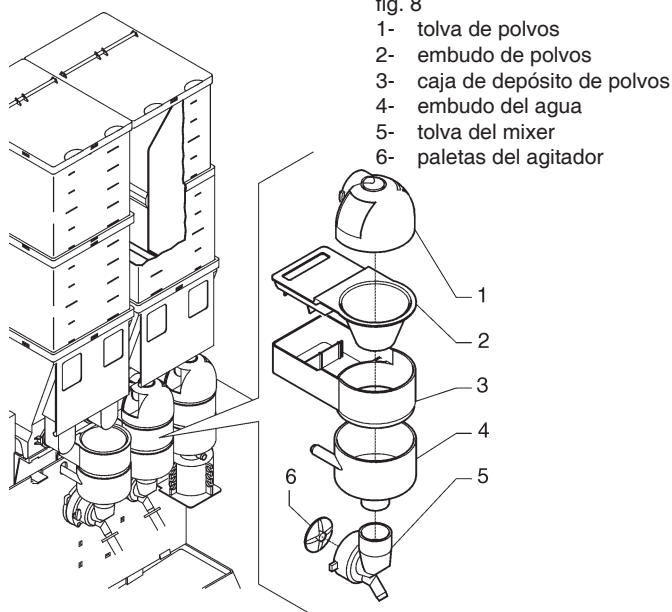

fig. 8
- Quitar (véase la fig. 8) de los mixer los embudos de los polvos, los embudos del agua, las tolvas, las cajas de depósito de polvos y las paletas de los motoagitadores;